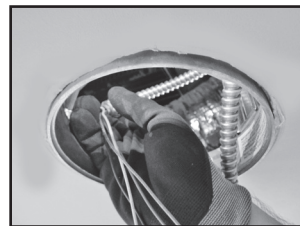

Figura 23
8. Pase los cables de alimentación desde la unidad del controlador adaptador a través del expulsor que se extrajo en la caja de derivación e inserte el conector de colocación a presión en la caja de derivación (Figura 23).